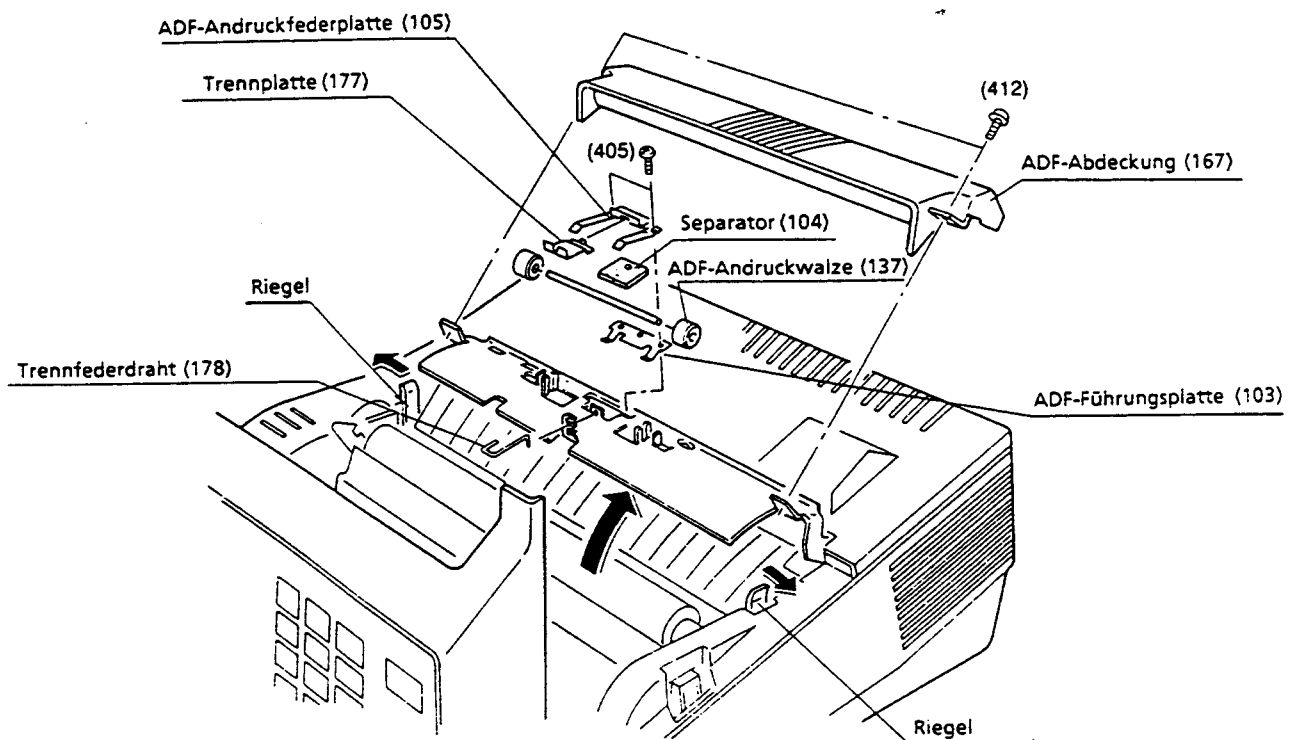

Abbildung 4.3.6
- (1) Entfernen Sie die ADF-Abdeckung (167). Siehe Abbildung 4.3.6.
- (2) Zur Änderung der Trennkraft verschieben Sie den Stab senkrecht und legen ihn in die gewünschte Kerbposition ein, wobei Sie ihn leicht nach rechts verschieben, indem Sie die Spitze des Stabs mit Ihren Fingern anfassen.
- (3) Justieren Sie die Stabposition für Einzel- oder Doppelblattéinzug.